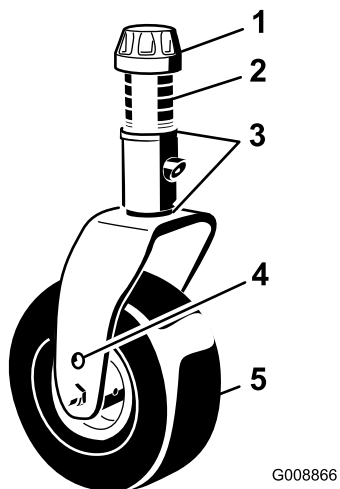
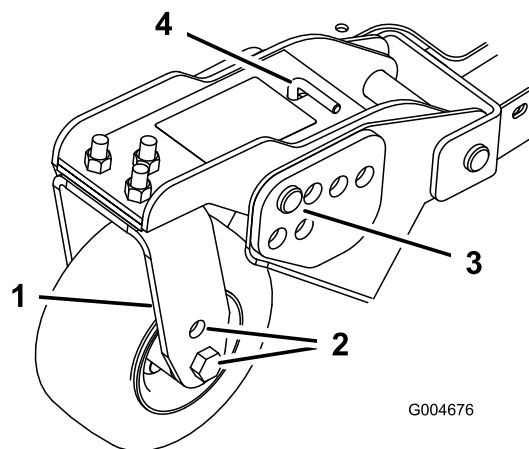
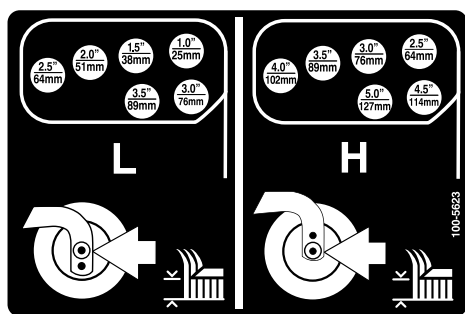

図 25
図 27
図 28
1. 全部のキャストホイールの軸をキャストフォークの同じ穴にセットどのキャストフォークもで同じ高さの穴に統一する 図 25 と 図 27。
2. スピンドルシャフトからテンショニングキャップを外し、キャストアームからスピンドルを抜き出す 図 25。
6. キャスタピボットアームからヘアピンコッターとクレビスピンを抜き取る 図 27。
7. テンションロッドを回してピボットアームの上下位置を調整し、刈り込みデッキのフレームの希望高さブラケットに合わせる 図 27 と 図 28。